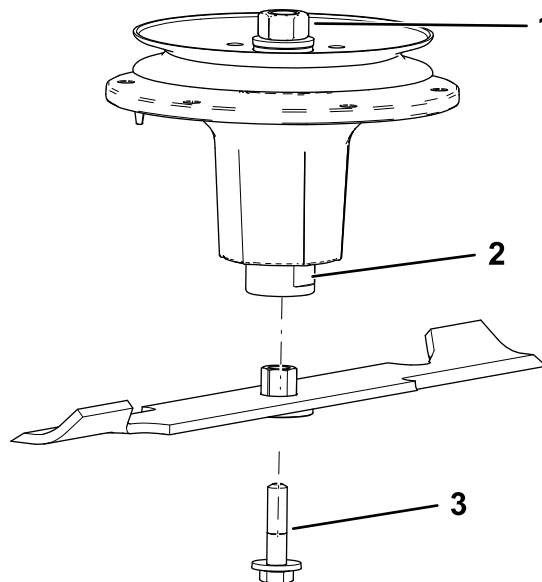

Figure 93
2. Installez l'ensemble douille et lame sur l'axe de pivot (Figure 93).